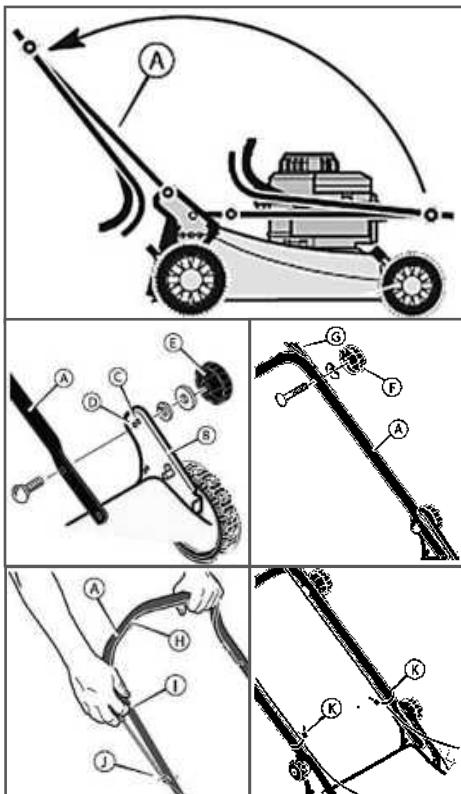

Рис. 2 Сборка газонокосилки
- Установите нижнюю часть А рукоятки в рабочее положение (Рис. 2).
- В скобе рукоятки (B) имеются два крепежных отверстия (Рис. 2). Используйте отверстие (C) для крепления рукоятки в верхнем положении. Используйте отверстие (D) для крепления рукоятки в нижнем положении.
- Закрепите отверстие в любом из отверстий (C) или (D), в соответствии с рисунком. Закрутите зажимы (E) до фиксации нижней части рукоятки.
- Снимите зажимы (F) и крепежные элементы с нижней рукоятки (A). Установите верхнюю рукоятку (G) в рабочее положение. Затягивайте зажимы (F) до фиксации верхней и нижней рукояток в соответствующих положениях.
- Для установки троса ручного стартера, сначала необходимо задействовать рычаг остановки двигателя (H). Медленно потяните ручку стартера (I) и заправьте трос стартера в направляющую (J).
- Закрепите тросы на рукоятке, при помощи держателей (K).